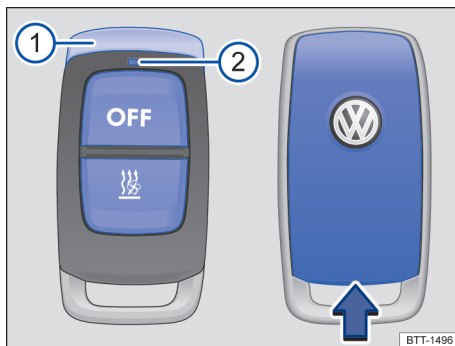

Fig. 97 Aquecimento estacionário: controle remoto (à esquerda) com compartimento da bateria (à direita).
- **Ligar:** Pressionar o botão **ON** por aproximadamente um segundo → Fig. 97.
- **Desligar:** Pressionar o botão **OFF** por aproximadamente um segundo → Fig. 97.
Após apertar o botão, o LED indica diversos estados → Fig. 97 **!**.
- Segurar o controle remoto com a antena verticalmente para cima → Fig. 97 ①.
- Inserir um objeto apropriado, por exemplo, uma chave de fenda, na direção da seta no rebaixo da carcaça do controle remoto → Fig. 97.
- Empurrar a cobertura da bateria em direção contrária à da seta → Fig. 97 até encaixar.